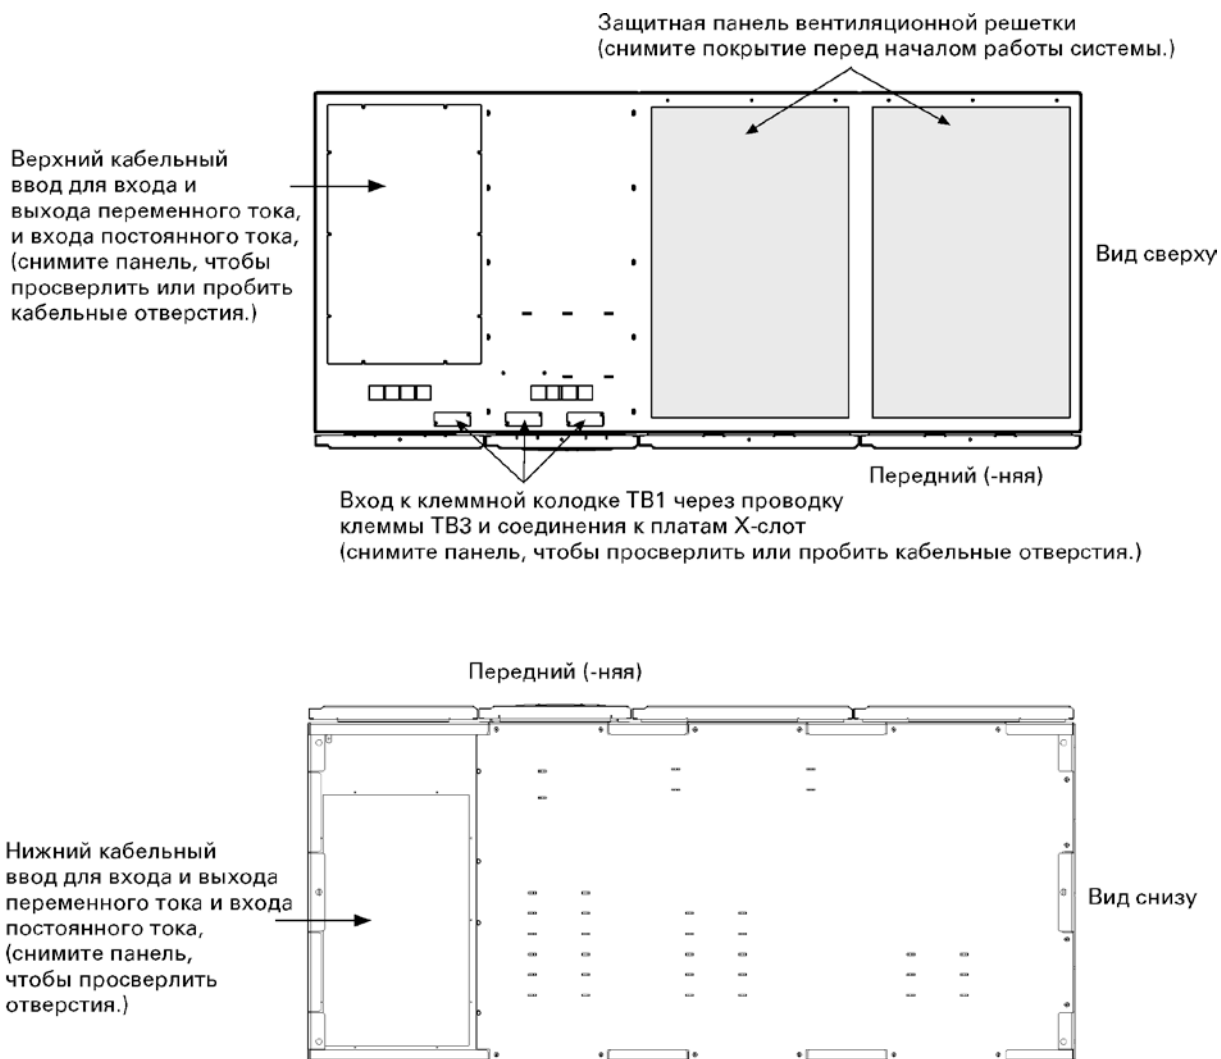

Рис. 3-3. Местоположение входов кабелей
Снимите верхнюю или нижнюю пластину кабелепровода шкафа ИБП, чтобы просверлить или пробить отверстия для кабелей (см. Рис. 3-3).
5. Снимите верхние панели подключения внешних устройств ИБП, чтобы просверлить или пробить отверстия для кабелей (см. Рис. 3-3 на стр. 26).